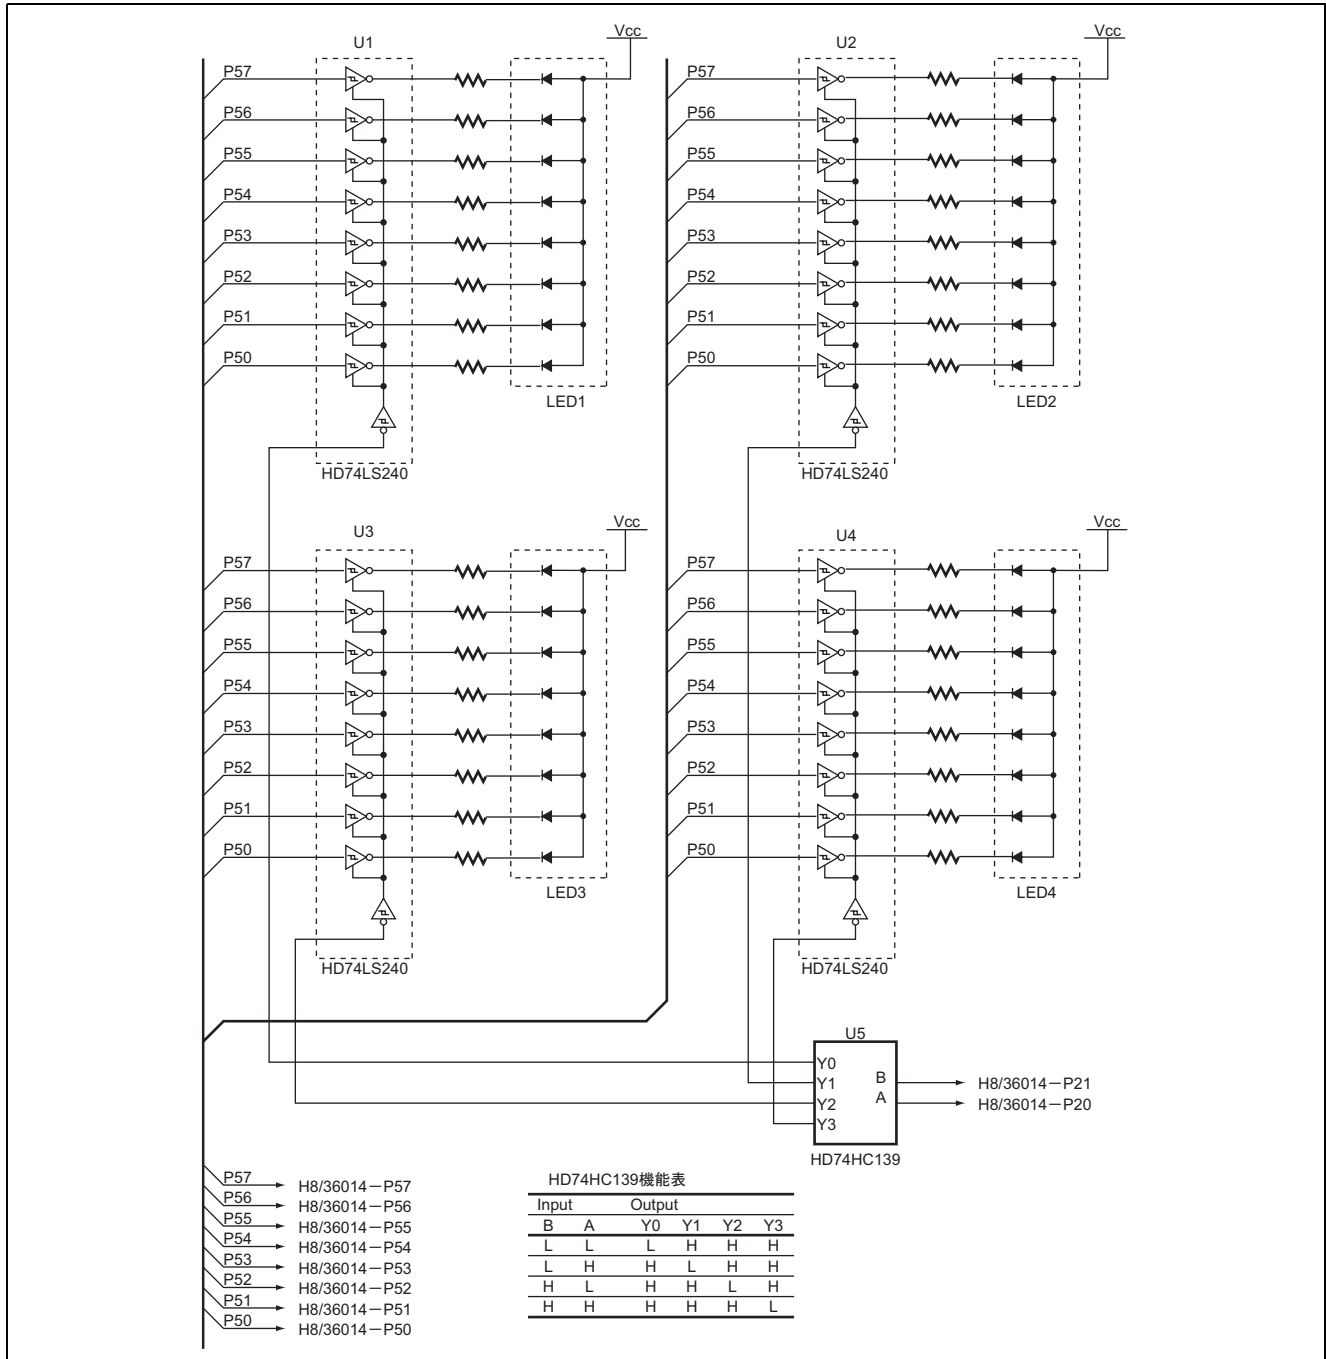

図 1.2 7セグメントLED制御方法
8. 本タスク例では、7セグメントLEDを表示させるためにポート出力を3ステート出力インバータドライバ (HD74LS240) に入力して、ドライバの出力を7セグメントLEDのカソードに接続しています。また4個の7セグメントLEDを表示させるためのポートはすべての7セグメントLEDに接続されており、7セグメントLEDの表示切り替えは、3ステートインバータドライバのイネーブル端子により制御しています。また、7セグメントLEDの表示切り替えを行うための信号生成は、2-to-4-line デコーダ (HD74HC139) を使用して、2本のポート出力により制御します。図 1.2 に7セグメントLED制御方法について示します。